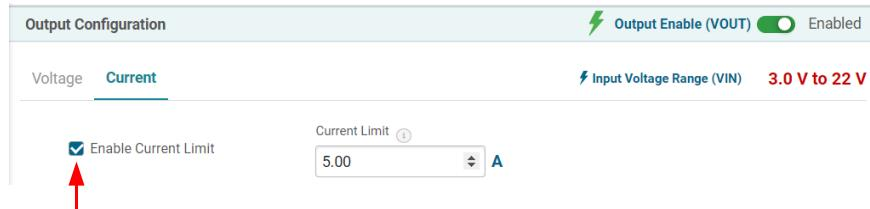

图 3-6. 输出电流限制点设置
7. 根据设计目标设置输出电压、电流限制点等。如果负载电流上限 $\geq 5A$ ，则取消选择 *Enable Current Limit* 复选框或增加电流限值 (图 3-6)。